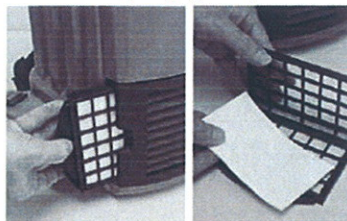

FIG. 5
1. Pour installer la cartouche de filtre à air, faites glisser la cartouche dans les fentes situées sur les côtés, le long de la grille d'échappement (Figure 5).
2. Pour remplacer un filtre à air, basculez la cartouche pour l'ouvrir et placez le filtre dans la cartouche comme indiqué (Figure 5).